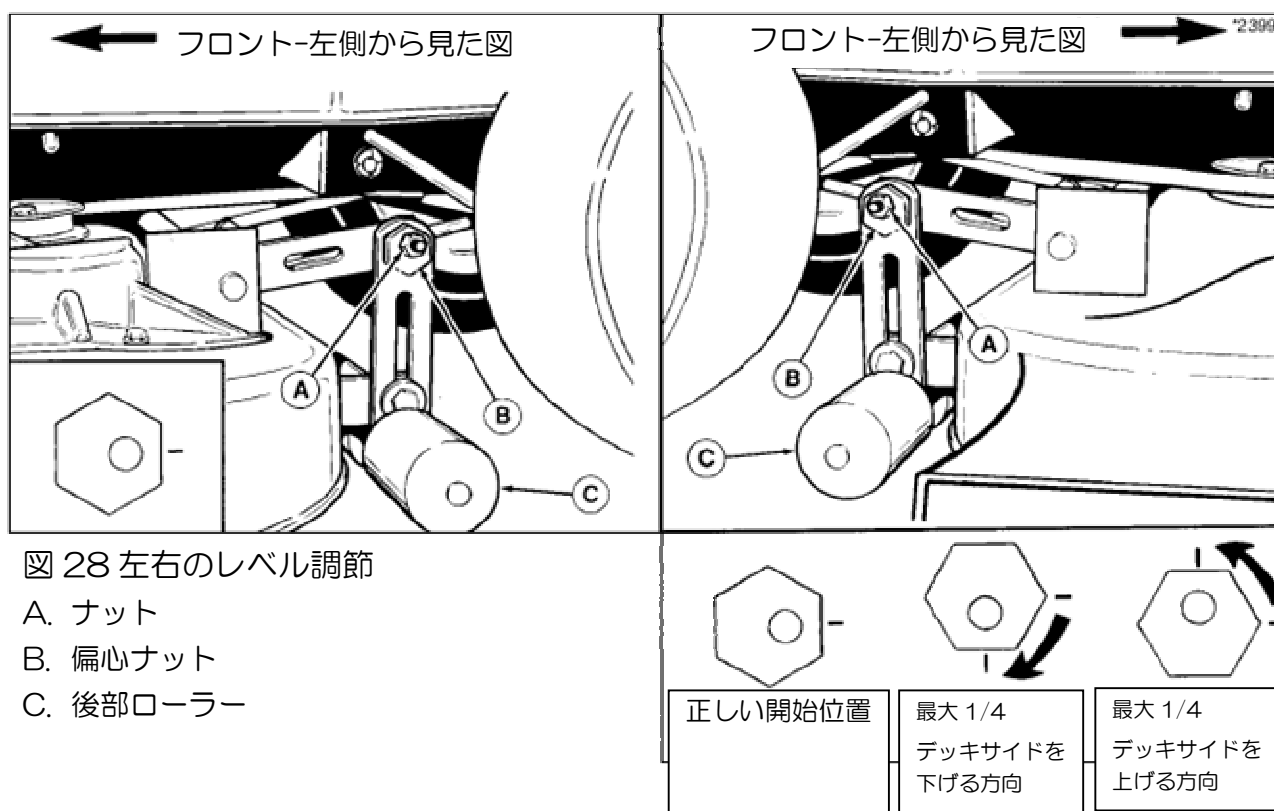

図 28 左右のレベル調節
5. ローラー（図 28 の C）が地面に接地している事を確認します。もし、接地していない場合は、「輸送時の高さ調節」を参照下さい。
7. 図 28 のように、デッキの左側から図に示すように偏心ナットが適切な位置にあるか確認します。外側のナット（A）を緩め、偏心ナットの穴が後方に向かって一番近い位置で水平になるように、偏心ナットを回転させます。偏心ナット（B）を固定しながら、外側のナット（A）を締め付けます。